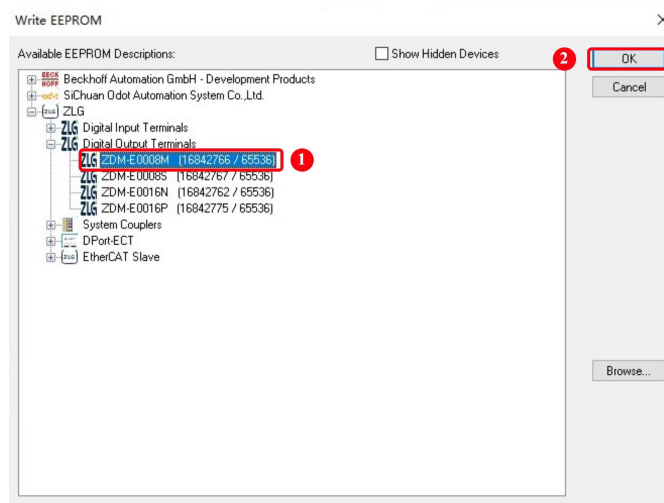

图 7.3 烧录 ESI 文件至 EEPROM
3. 跳转至烧录界面，选中需要烧录的 ESI 文件（此处以 ZDM-E0200ES 为例），点击 OK 即开始烧录对应的 ESI 文件，如图 7.3 所示。